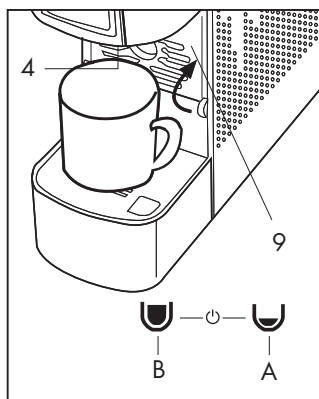
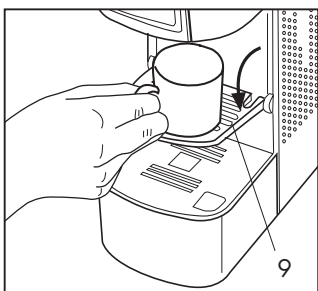

Fig. 5
Fig. 6
- Chiudere il supporto tazza piccola (9) e posare una grande tazza vuota sotto l'apertura di erogazione (4). Quando i tasti del pannello comandi (2) si illuminano in modo fisso la macchina è pronta per l'utilizzo. Premere il tasto (A) o (B) la macchina eroga acqua, premere nuovamente il tasto quando si è raggiunta la quantità d'acqua desiderata. La macchina è risciacquata quando almeno 3 bicchieri d'acqua sono stati erogati. **(Fig. 5)**
aprire il supporto (9) per preparare correttamente un caffè espresso e per utilizzare le tazze piccole **(Fig. 6)**. Per l'utilizzo di tazze grandi, chiudere il supporto (9) e posizionare la tazza direttamente sulla griglia raccogliacqua (5) **(Fig. 5)**